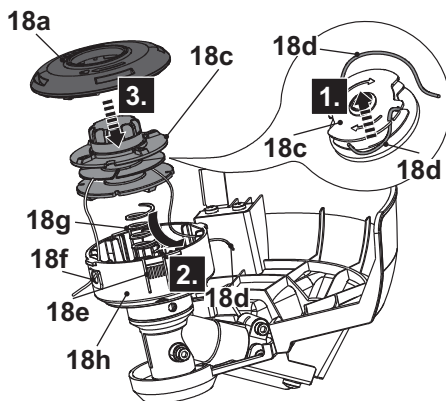

Fig. 30
9. Dégagez le fil de coupe (18d) des encoches et maintenez-le en place. Évitez que le fil de coupe (18d) dépasse de la bobine (18c) (Fig. 30, étape 1).
10. Faites passer le fil de coupe par l'œillet (18f) du boîtier (18h) (Fig. 30, étape 2).
12. Insérez la bobine (18c) dans le boîtier (18h) (Fig. 30, étape 3).